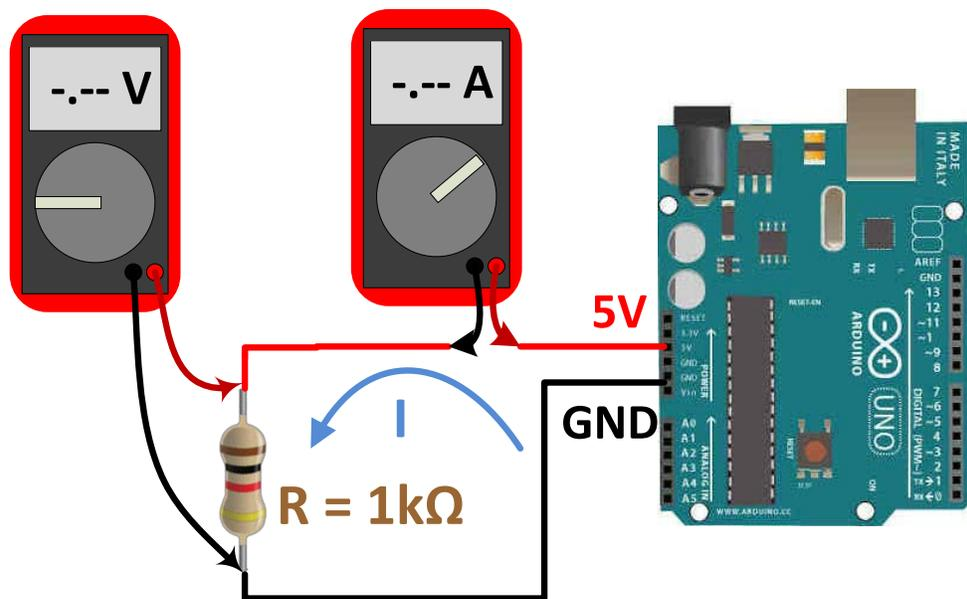

Figura 2. Mediciones de intensidad de corriente y diferencia de potencial
- a) Utilice su multímetro, en la función amperímetro y en la función voltímetro para medir intensidad de corriente y la diferencia de potencial como se muestra en la figura 2.